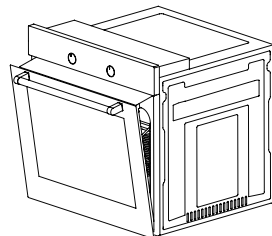

Figura 17
2. Situe as duas abas de fixação na placa protetora nas duas ranhuras sob o painel de controlo, então fixe-as entre o forno e a porta interior, fechando gentilmente a porta. (figura 17)